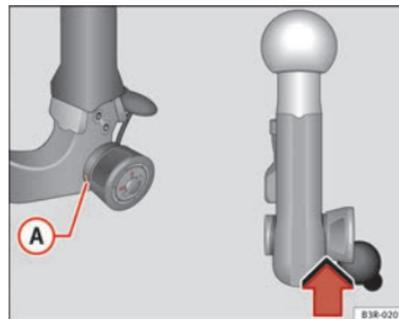

Fig. 157 Dispositivo de reboque desmontável: Controlo de segurança
- Verifique se a marca verde **A** ⇒ Fig. 157 da roda recartilhada se encontra na zona preta da rótula.